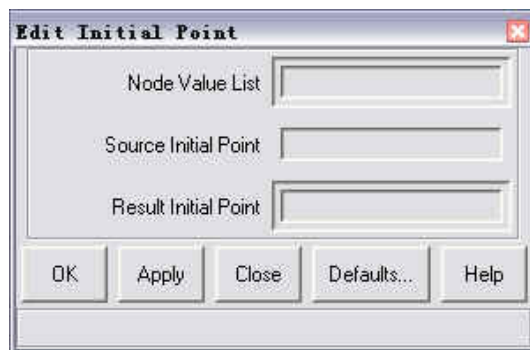

图 4—5 编辑初始点面板
- 1、显示编辑初始点面板（Analyses>Operating Point>Edit Initial Point），如图 4—5 所示。